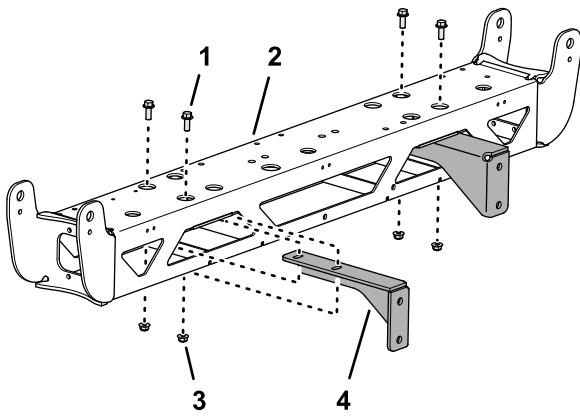

Bild 82
4. Entfernen Sie die zwei Bundkopfschrauben (3/8" x 1") und die zwei Sicherungsbundmuttern (3/8"), mit denen die Stützhalterung am mittleren Auslegerabschnitt befestigt ist, und nehmen Sie die Halterung ab (Bild 82).
- 5. Wiederholen Sie Schritt 4 für die andere Stützhalterung (Bild 82).